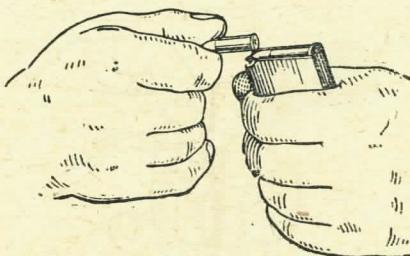

Рис. 90. Каk наполнить магазин патронами
2) удерживая магазин в левой руке, наполнить его восемью патронами (рис. 90), наблюдая, чтобы последний (верхний) патрон правильно расположился в магазине (конец пули должен находиться выше передней стенки магазина);